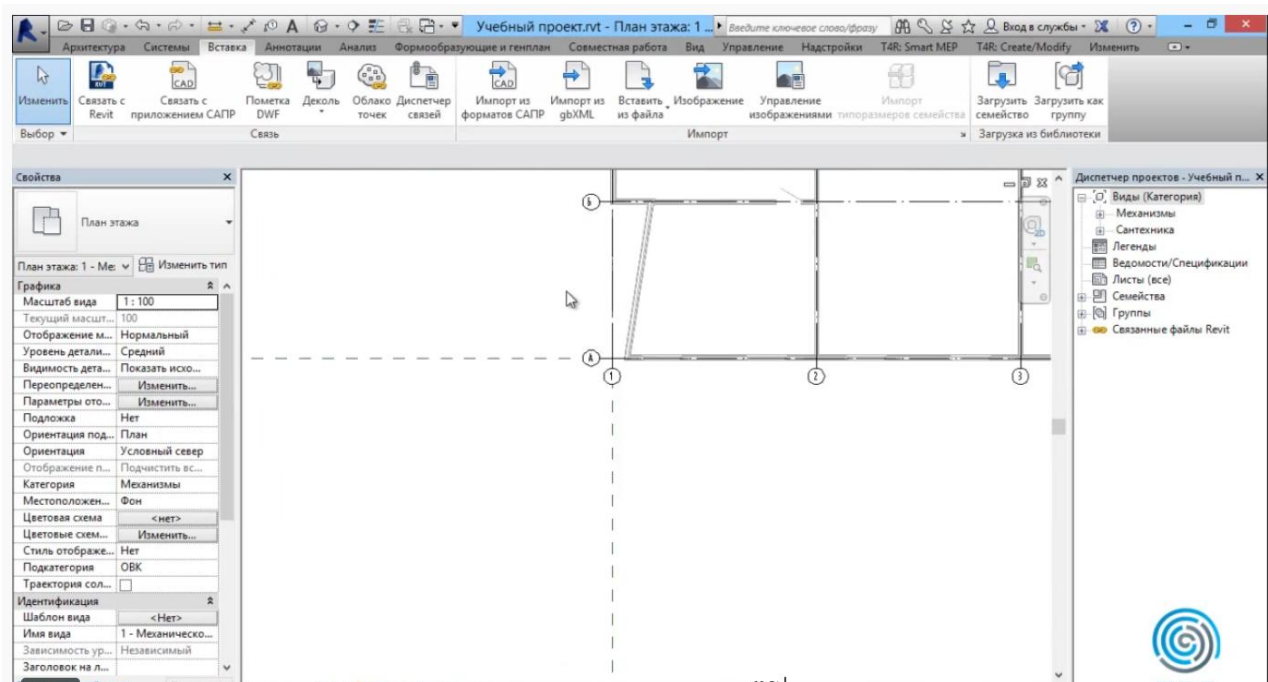

Рисунок 3.26. Совмещение «базовых точек»
3. В области «Размещение» выполняют требуемые настройки. В нижней части диалогового окна указано 6 вариантов размещения открываемого проекта. В большинстве случаев удобно выбрать «Авто - Совмещение начал координат». Тогда открываемый файл разместится с совмещением так называемых «базовых точек» обоих файлов, т.е. нулей осей координат А и 1 (рис. 3.26).